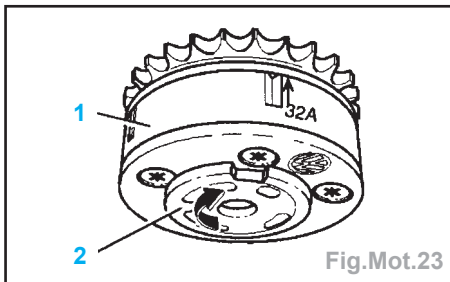

Fig.Mot.23
- Reposer le variateur d'échappement (repère 24E côté admission et 32A côté échappement) sur le logement des ACT (Fig.Mot.23).